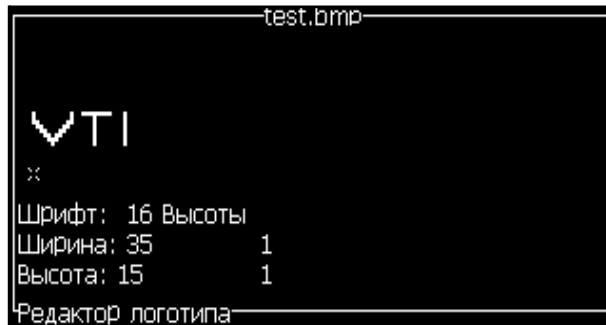

Рисунок 5-46: Логотип в окне меню
- 9 Нажмите кнопку "Enter" (ввод), и в окне меню появится логотип (смотрите Рисунок 5-46).